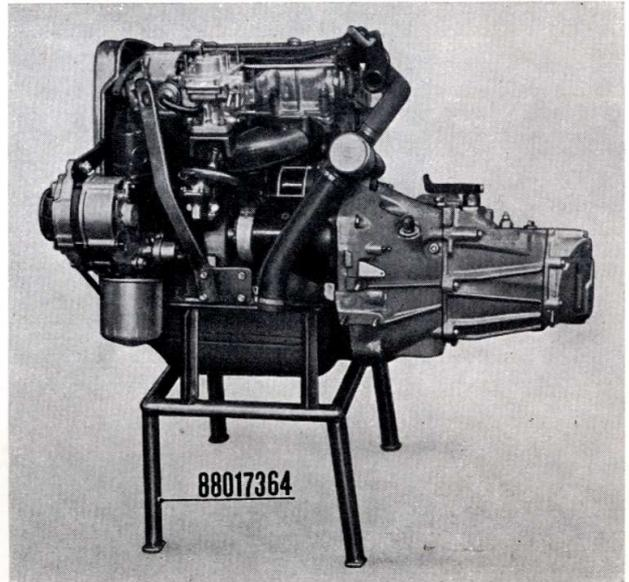

Fig. 26 - Ensemble moteur-boîte-pont sur le socle 88017364
- Placer ensuite l'ensemble moteur-boîte-pont sur le socle 88017364 indiqué à la figure 26.